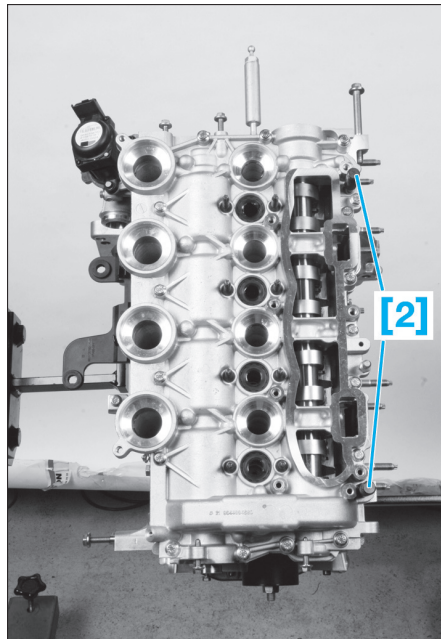

Fig. 79
- Positionner le carter palier d'arbres à cames à l'aide des outils [2] (Fig.79).